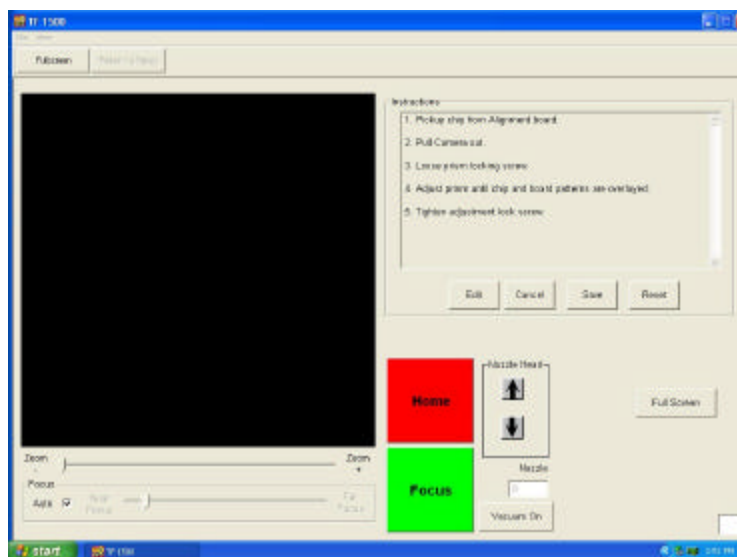

Figure 9
- iii. Maintenant l'écran d'étalonnage apparaît. (Figure 9)